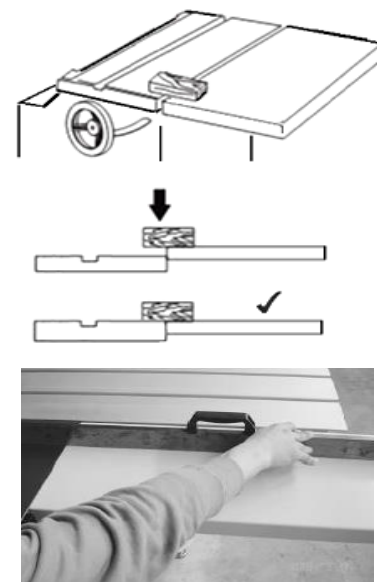

Рисунок 24.1
3. Через оставшиеся отверстия прикрутите к удлинению стола опорный кронштейн, затем отрегулируйте выравнивающие винты опор станка, чтобы выставить левое удлинение стола параллельно рабочему столу станка. Затем плотно затяните винты (Рис. 24.1)